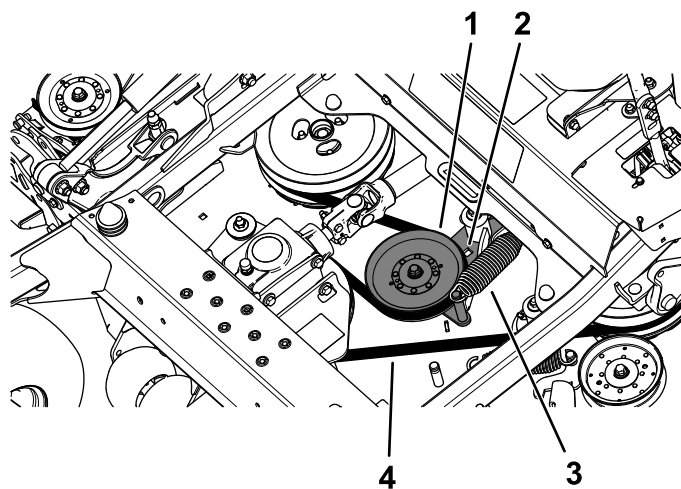

Figure 61
5. Insérez un rochet dans le trou carré du bras de la poulie de tension pour détendre le ressort de la poulie de tension (Figure 61).
6. Enlevez la courroie des poulies du tablier de coupe (Figure 61).